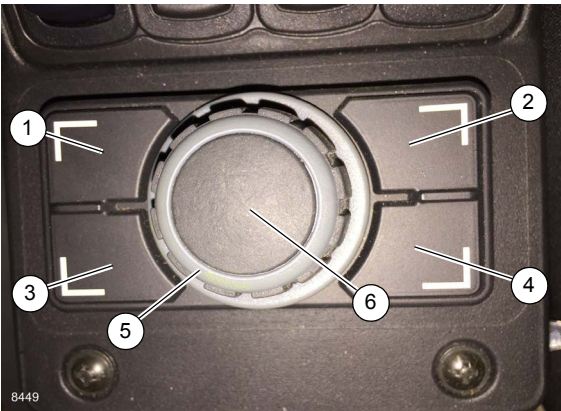

FIGURA 3-13
O botão rotativo opera o CCS de fora idêntica aos botões no console do mostrador, proporcionando um acesso mais fácil para o operador. Girar o botão rotativo executa a mesma função que os botões de seta de navegação no console do mostrador. O ícone no canto inferior esquerdo da tela do mostrador lembra ao operador qual mostrador está sendo controlado pelo botão rotativo naquele momento. O botão de alternância de tela (4) (Figura 3-13) é usado para alternar entre telas. O botão de toque também pode ser utilizado para silenciar temporariamente alarmes audíveis. As funcionalidades dos outros botões são diferentes, dependendo da área, da tela e do menu.
A tela principal (abaixo) aparece no mostrador operacional quando a chave está ligada. A tela principal exibe o status dos sistemas de guindaste. Os ícones iluminados em âmbar estão ativados. Ela também exibe os dados de códigos em outras telas. O operador pode escolher e ativar áreas por esta tela. O botão escape (1) (Figura 3-13) volta à tela principal.
Quando o botão de menu no botão rotativo (3) (Figura 3-13) ou no painel de controle do CCS é pressionado, a visão geral dos grupos de menu aparece para abrir menus e submenus.
Para selecionar opções durante a montagem. Essa é a única função na qual o botão menu (3) (Figura 3-13) não navegará automaticamente para a tela de menu diretamente. Ela deve ser selecionada com o ícone de menu na parte inferior esquerda dessa tela.
Pressione o botão OK/Enter no mostrador ou no botão rotativo (6) (Figura 3-13) para sair da tela do estabilizador.
Pressione o botão escape (1) (Figura 3-13) para sair do menu e voltar à tela principal do CCS. O operador agora pode navegar até a tela do RCL.